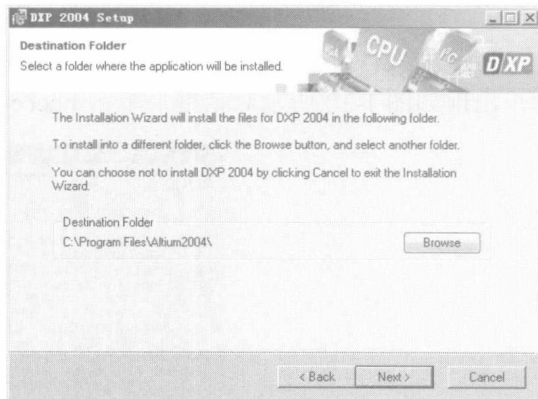

图 1-6 设置安装路径
- (5) 设置安装路径，单击 Next 按钮，如图 1-6 所示。